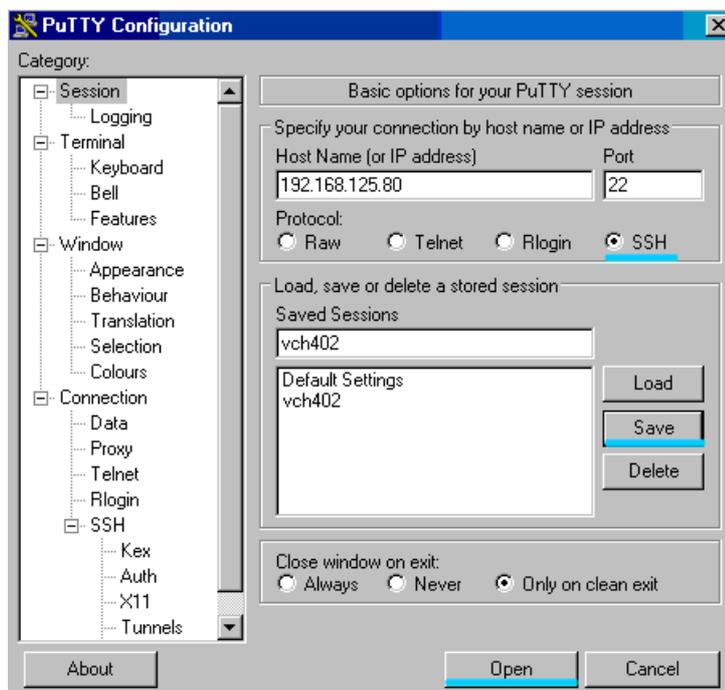

Рис.6. Окно программы “PuTTY”
- выбрать Session в окне Category (см. рис. 6);
- выполнить двойной щелчок мышью по сохраненной сессии VCH402 в окне Saved Sessions (см. рис. 6) и ответить на запрос прибора об имени пользователя и пароля: